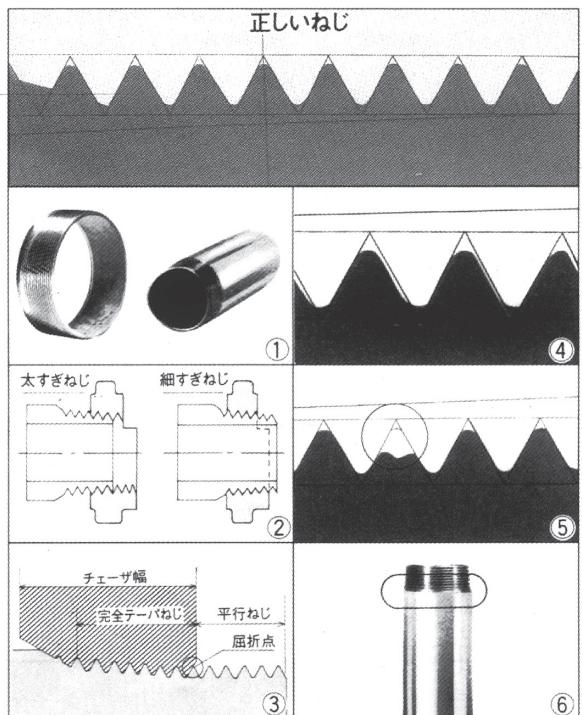

図47
#### ① 多角ねじ(図47①)
#### ④ 切られたねじの山ヤセ (図47④)
#### ⑤ 切られたねじの山欠け (図47⑤)
#### ⑥ パイプに対してのねじの偏肉切れ (図47⑥)